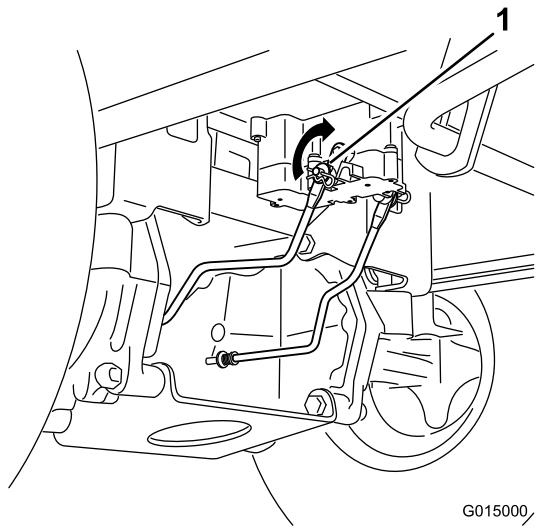

Figura 51
1. Localize o veio no travão eléctrico onde os braços de articulação do travão estão ligados (Figura 51).